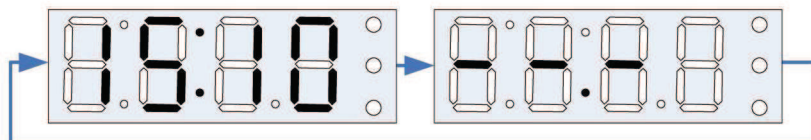

Рис. 18 – Индикация времени прохождения СОД (скорость не определена).
2.3.13 Если скорость прохождения СОД не определена, то на индикаторе периодически отображается время регистрации (часы и минуты) и прочерки, как показано на Рис. 18.